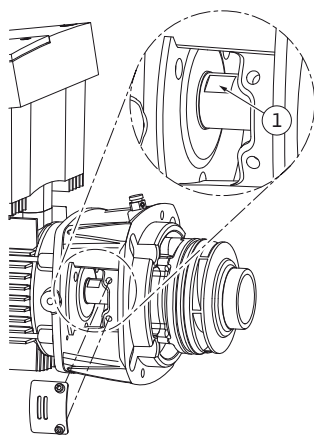

fig.47: Spianature per chiave sull'albero
14. Allentare le due viti trattenute (fig. 47, pos. 1) e rimuovere la lamiera di protezione (fig. 47, pos. 2).
15. Introdurre nella finestra della lanterna una chiave fissa, apertura ottimale della chiave 22 mm, e tenere fermo l'albero dalle spianature per chiave (fig. 47, pos. 3). Svitare il dado girante (fig. 6, pos. 15). Il girante (fig. 6, pos. 16) viene estratto automaticamente dall'albero.
24. Per il montaggio del girante introdurre nella finestra della lanterna una chiave fissa, apertura ottimale della chiave 22 mm, e tenere fermo l'albero dalle spianature per chiave (fig. 47, pos. 3).
30. Rimuovere la chiave fissa e rimontare la lamiera di protezione (fig. 47, pos. 2).